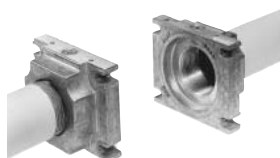

Рис. 5
1. Установить фланец на трубе. Использовать соответствующую применяемому газу оснастку (Рис. 5)
2. установить устройство MB-DLE и уделить особое внимание прокладкам O-Ring (Рис. 5)